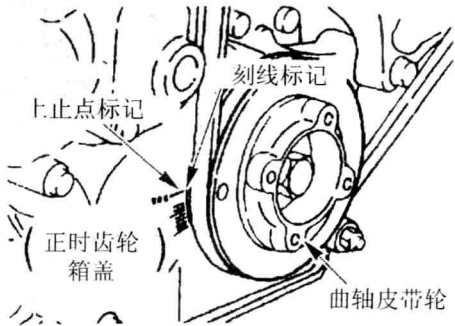
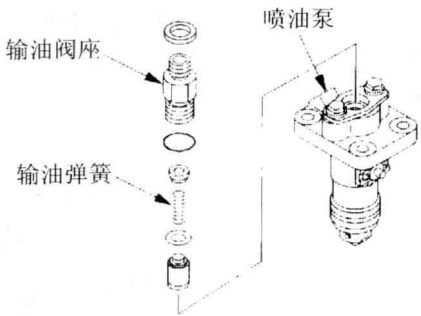

图 4-2-2 气门间隙的调整 (1)
图 4-2-8 喷油正时的调整 (1)
(1) 如图 4-2-2 所示，转动曲轴，直到前盖上的 TDC 标记与曲轴皮带轮上的刻线标记对准，使 1 号汽缸或 4 号汽缸的活塞处于压缩冲程上止点位置。
- (1) 拆下 1 号汽缸喷油管。
- (2) 如图 4-2-8 所示，拆下 1 号汽缸的喷油泵输油阀座，然后拉出输油弹簧。
- (3) 在拆下弹簧的状态下，安装输油阀座。
- (4) 顺时针慢慢转动曲轴皮带轮，同时，继续供油。当燃油停止从 1 号输油阀座流出时，停止转动曲轴，此曲柄角度是喷油起始点。
(5) 在上面的步骤 (4) 的状态下，当看到正时齿轮箱中的正时标记时，确认曲轴皮带轮刻线标记的角度，见图 4-2-2。当数值超出正常范围时，进行相应的调整。喷油正时应为上止点前 14° 。注意：喷油正时因机器的技术规格而不同。